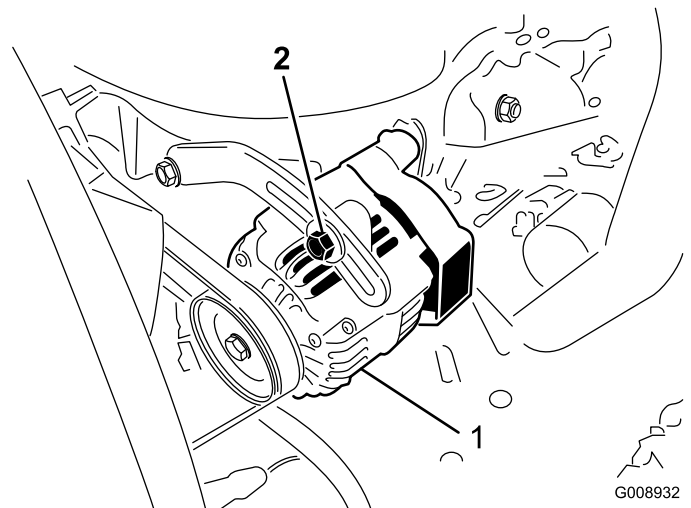

Figura 74
Compruebe la condición y la tensión de las correas (Figura 74) cada 100 horas de operación.
2. Si la desviación no es de 10 mm (3/8 pulg.), afloje los pernos de montaje del alternador (Figura 74). Aumente o reduzca la tensión de la correa del alternador y apriete los pernos. Verifique de nuevo la desviación de la correa para asegurarse de que la tensión es la correcta.